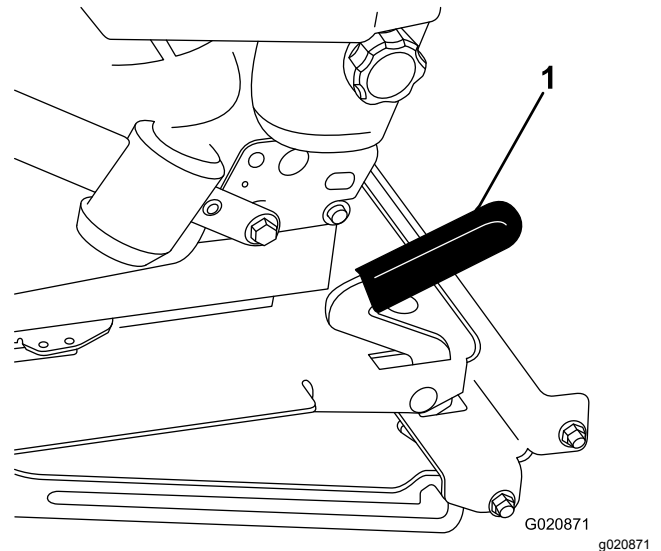

Figure 16
2. Tirez le verrou du siège vers l'avant et soulevez-le pour déverrouiller le siège (Figure 16).